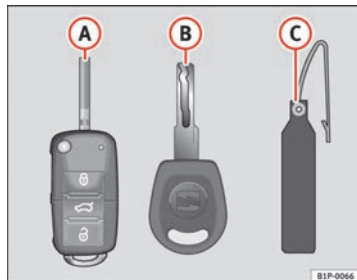

Abb. 63 Schlüsselsatz
- Funkschlüssel ⇒ Abb. 63 (A) mit ausklappbarem Schlüsselbart
- Schlüssel ohne Funk-Fernbedienung (B)
- Kunststoffanhänger* (C).